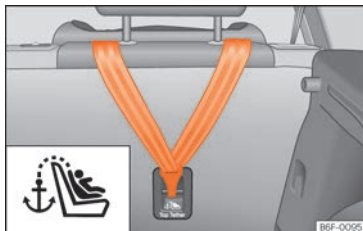

Abb. 39 Rückseite der Rücksitzbank: Halteösen für den Top Tether Haltegurt.
Kindersitze mit dem Top Tether-System sind mit einem Gurt für dessen Befestigung am Verankerungspunkt des Fahrzeugs ausgestattet. Dieser Verankerungspunkt befindet sich im hinteren Teil der Rückenlehne des Rücksitzes (mit dem Symbol gekennzeichnet) und bietet einen besseren Rückhalt »» (Abb. 39).
- Den Haltegurt verschieben und ordnungsgemäß an der Verankerung des hinteren Teils der Rückenlehne befestigen »» (Abb. 39).